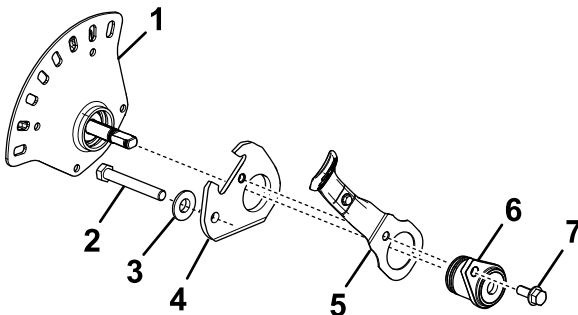

Figure 4
6. Démontez les pièces restantes du bloc (Figure 4).